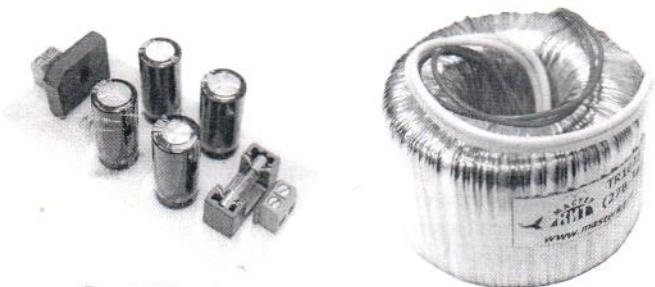
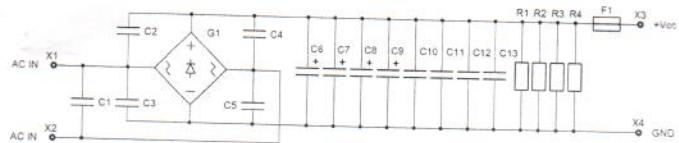
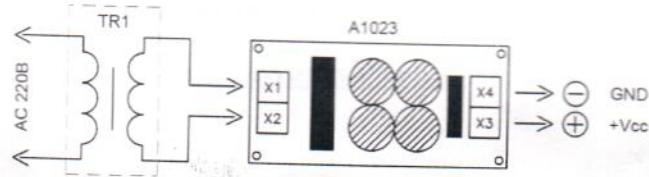

Рис.1 Общий вид устройства и тороидального трансформатора
Рис.2 Схема электрическая принципиальная
Рис.3 Схема подключения
Общий вид устройства и тороидального трансформатора представлен на рис.1, схема электрическая принципиальная – рис.2.
Принципиальная электрическая схема приведена на рис.2, схема подключения на рис.3.
- Подключите трансформатор и нагрузку согласно схеме подключения рис.3.